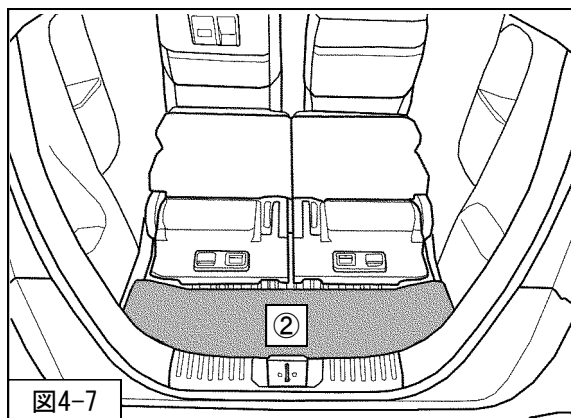

図4-7
10. ②カーゴフロアボードを取付けてください。（図4-7）